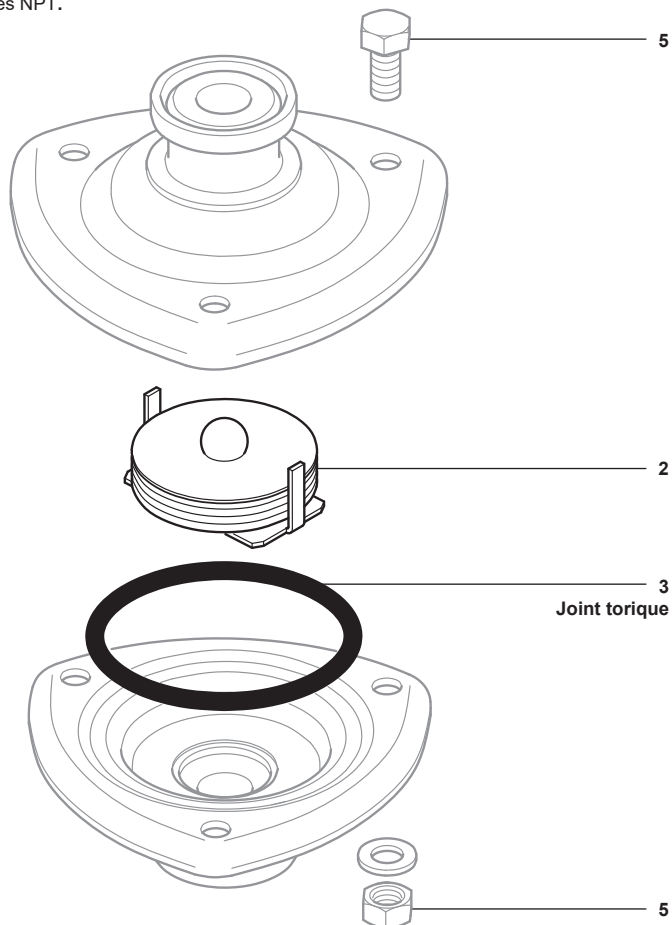

Fig. 2
- Retirer le siège, le joint et la capsule pour être nettoyés ou remplacés. Veillez à ce que la capsule est montée dans la bonne position lors du remontage (voir figure 2).